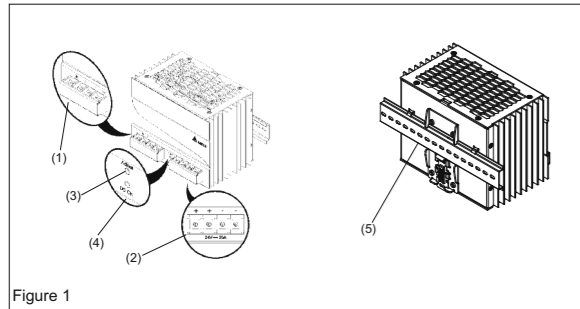
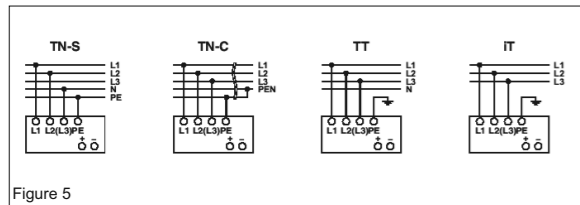

Figure 1
Figure 5
2. Gerätebeschreibung (Abb. 1)
5.1. Anschluss der Eingangsklemmen (Abb. 1, Abb. 5)
Verwenden Sie die Eingangsklemmen L1, L2, L3 und PE (Schutzleiter), um den 3-phasigen 400-500VAC-Anschluss herzustellen. Abb. 5 zeigt den Anschluss an die unterschiedlichen Netztypen. Im Fall eines Phasenausfalls ist ein uneingeschränkter Betrieb des Gerätes bei Nennleistung noch möglich. Das Gerät verfügt über eine interne Sicherung. Es wird empfohlen für die 3 Phasen eine Vorsicherung mit 6A, 10A oder 16A Leistungsschutzschaltern zu verwenden.
5.2. Anschluss der Ausgangsklemmen (Abb. 1 (2))
Verwenden Sie die Schraubklemmen „+“ und „-“, um den 24VDC-Anschluss herzustellen. Am Ausgang stehen 24VDC zur Verfügung. Die Ausgangsspannung kann am Potentiometer zwischen 22 und 28VDC eingestellt werden. Die grüne LED „DC OK“ zeigt die korrekte Funktion des Ausgangs an (Abb. 1 (4)). Das Gerät verfügt über einen Kurzschluss-, Überlast- und Überspannungsschutz, der auf 35VDC begrenzt ist.